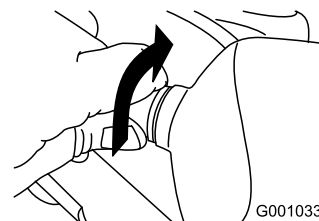

Bild 53
2. Drehen Sie den Sockel der Glühbirne nach links, bis er stoppt (Bild 53).